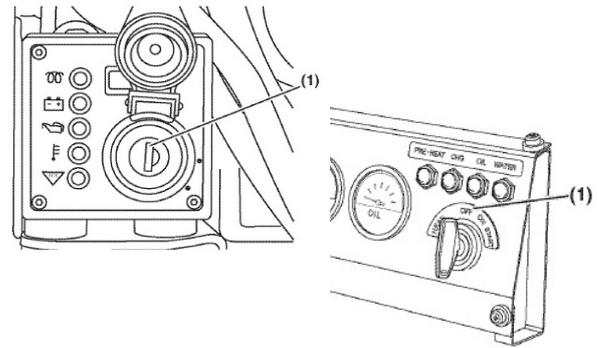

Abb. 23: Generator stoppen
Schritt 3: Für Modelle mit Elektrostarter den Schlüssel in Stellung "OFF" (AUS) (Abb. 23, Pos.1) drehen und aus dem Schlüsselschalter abziehen.